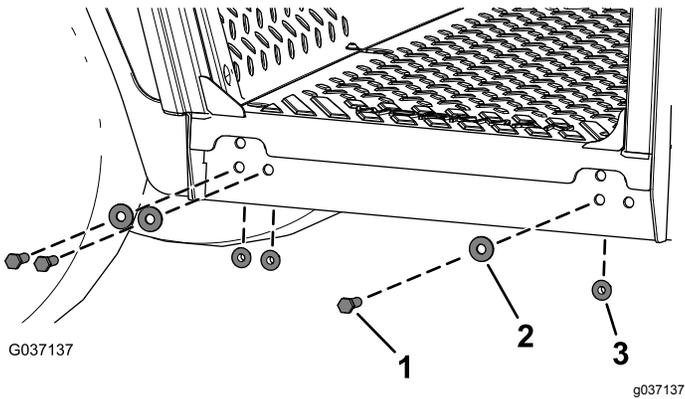

Figur 11
4. Løft førerhusrammen ved hjelp av løftepunktene, og plasser den på maskinen (Figur 11).